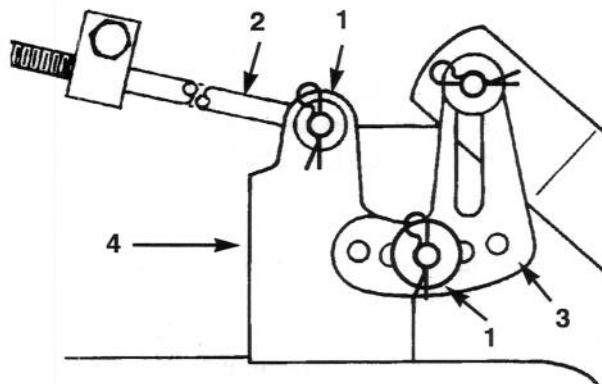

Fig. 42
10. Togliere la coppiglia a forcella e la rondella dall'estremità dell'asta lunga (Fig. 42). Estrarre l'asta dall'attacco del tosaerba. Ripetere dal lato opposto del tosaerba.
11. Togliere la coppiglia a forcella e la rondella dalla staffa di livellamento del tosaerba (Fig. 42). Estrarre la staffa dal perno di montaggio. Montare la rondella e la coppiglia a forcina per non smarirla.